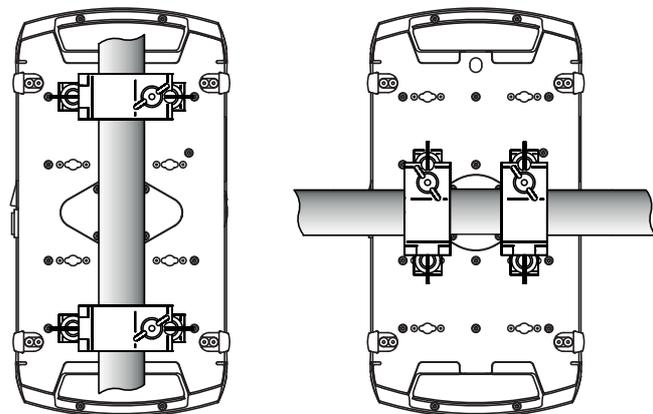

Bild 4: Klemmenpositionen
Der MAC Encore Performance kann auf stehend auf einer ebenen Oberfläche oder in beliebiger Orientierung gehängt werden. Verwenden Sie Halbcoupler (siehe Bild 4) oder andere Klemmen, die geschlossen um die tragende Struktur greifen und für das Gewicht des Gerätes ausgelegt sind, wenn der Bügel nicht senkrecht nach unten zeigt.
Die Aufnahmen für die Befestigung der Klemmen in der Basis ermöglichen die Befestigung der Klemmen wie in Bild 4 gezeigt.
3. Siehe Bild 4 auf Seite 9. Setzen Sie die Klemme auf zwei passende Montagepunkte in der Basis des Geräts (siehe Bild 4). Führen Sie die Schnellverschlüsse ein und verriegeln Sie die Verschlüsse durch eine 90°-Drehung im Uhrzeigersinn. Installieren Sie die zweite Klemme.